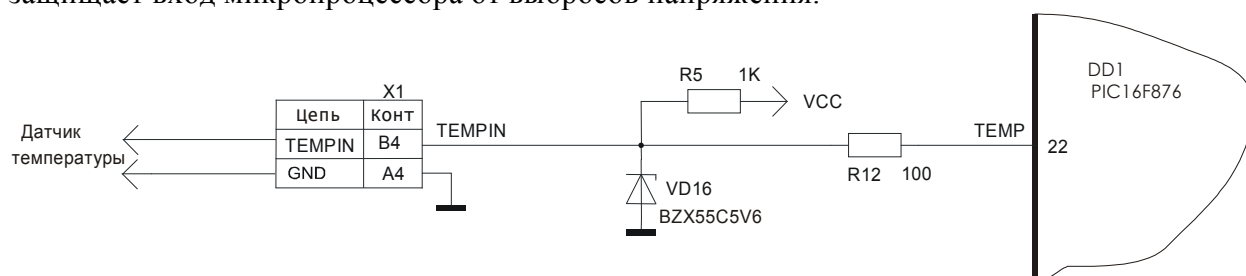

Рисунок 50. Измерение температуры
Датчик температуры подключается через контакты В4, А4 входного разъема лифтового контроллера (рисунок 50). Резистор R5 обеспечивает питание датчика, а резистор R12 защищает входную ножку TEMP(22) микропроцессора DD1. Стабилитрон VD16 защищает вход микропроцессора от выбросов напряжения.